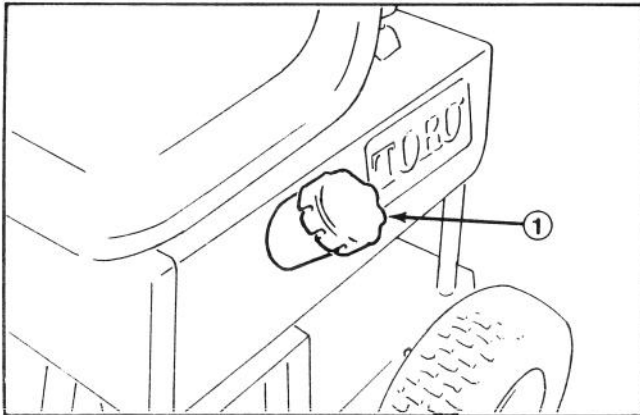

Fig. 8
1. Pulite attorno al tappo del serbatoio della benzina per evitare che penetrino impurità nel foro di riempimento quando togliete il tappo. Ora togliete il tappo dal serbatoio (Fig. 8).